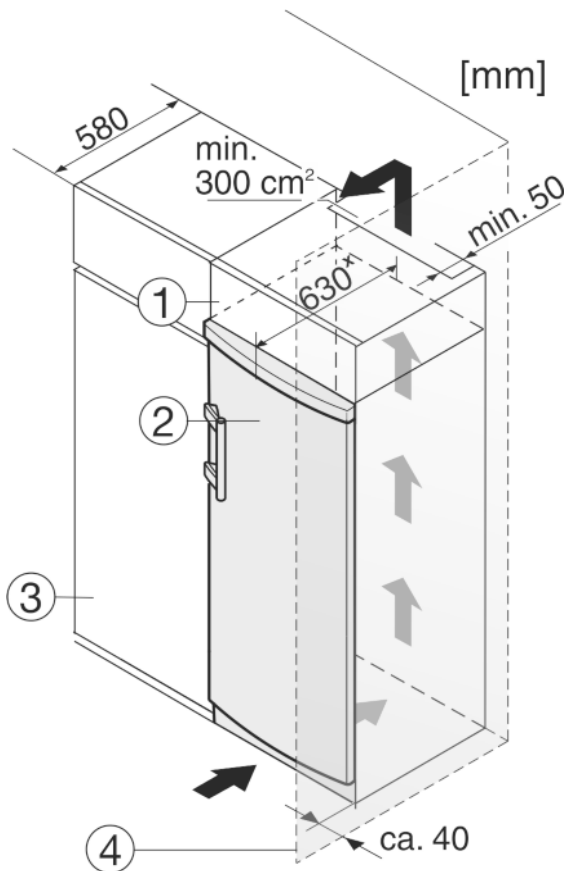

Fig. 9
Das Gerät kann mit Küchenschränken umbaut werden. Um das Gerät *Fig. 9 (2)* der Küchenzeilenhöhe anzugleichen, kann über dem Gerät ein Aufsatzschrank *Fig. 9 (1)* angebracht werden.
Beim Umbau mit Küchenschränken (Tiefe max. 580 mm) kann das Gerät direkt neben dem Küchenschrank *Fig. 9 (3)* aufgestellt werden. Das Gerät steht seitlich 34 mm^x und in der Gerätemitte 50 mm^x gegenüber der Küchenschrankfront vor.
Wenn das Gerät mit den Scharnieren neben einer Wand *Fig. 9 (4)* aufgestellt wird, muss der Abstand zwischen Gerät und Wand mindestens 40 mm betragen. Dies entspricht dem Griffüberstand bei geöffneter Tür.